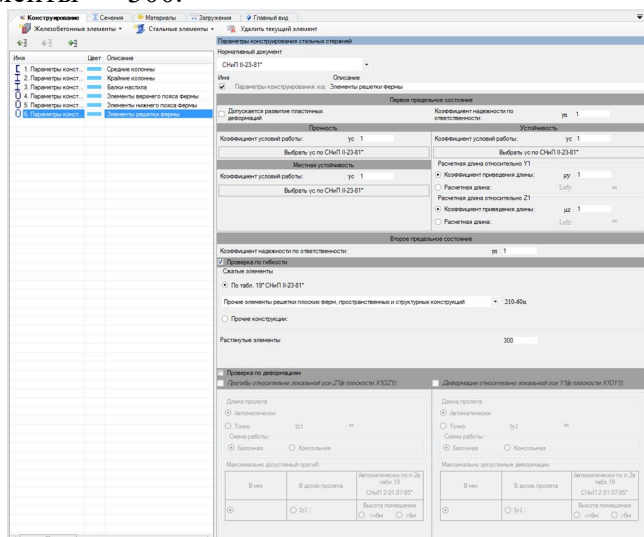

Рис. 24. Редактор параметров конструирования элементов решетки фермы
• В разделе **Первое предельное состояние** задайте (рис. 24):